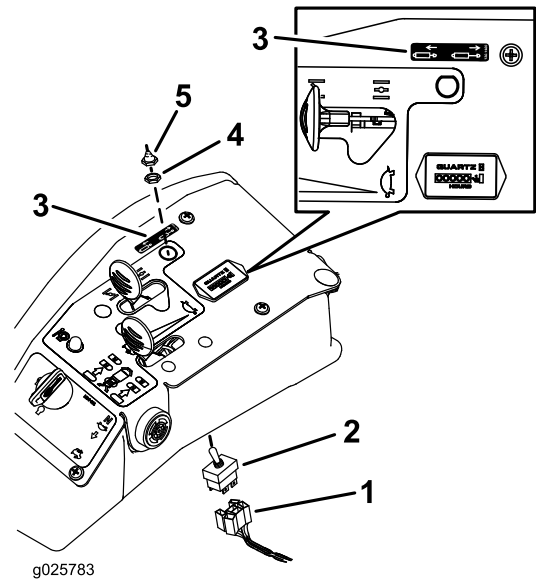

Figura 15
- Introduzca el interruptor basculante desde abajo en el hueco de la consola (Figura 15).
- M. Separe el papel protector de la pegatina para dejar expuesta la superficie adhesiva, coloque la pegatina en una superficie limpia y seca junto al interruptor basculante, y alísela para eliminar cualquier burbuja de aire (Figura 15).